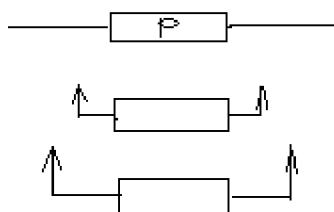

Рис. 6.2. Схема расчета надежности к задаче 1.27
1.27 Вероятность безотказной работы резервированного устройства P (рис. 6.2) в течение 300 ч равна 0,74. Резерв ненагруженный, интенсивность отказов элементов $\lambda = \text{const}$. Определить вероятность и среднее время безотказной работы.